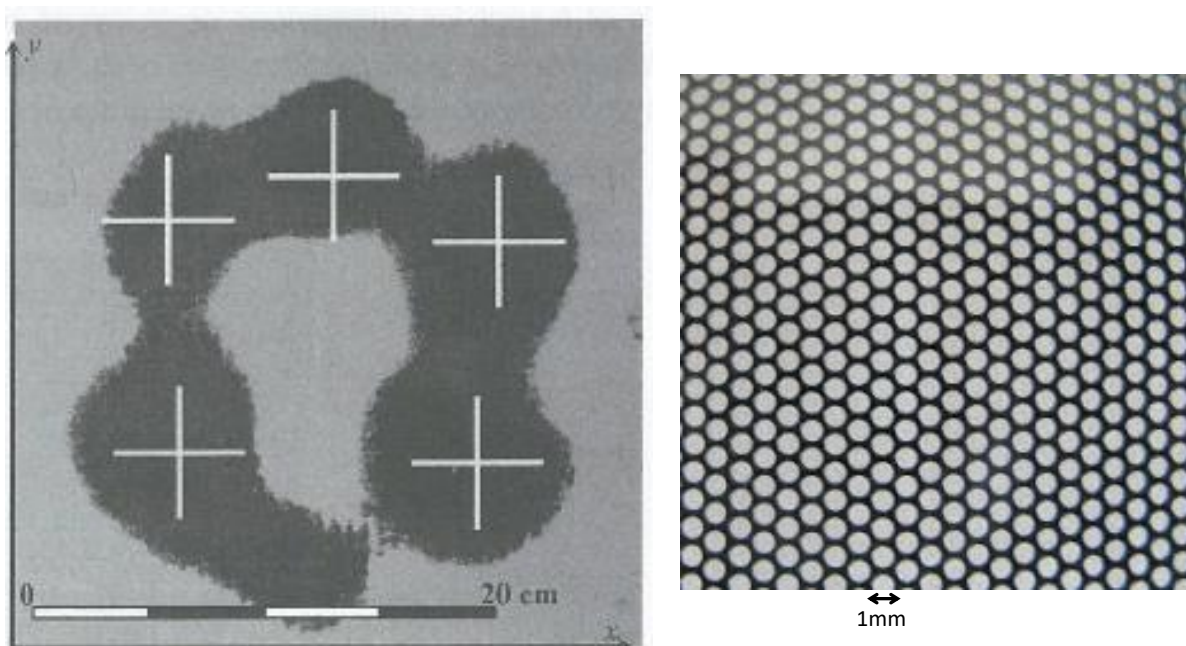

FIGURE 3. Cavité du four. A gauche : le chocolat fondu est repéré par les croix. A droite : détail de la porte d'un four à micro-ondes.
figure 3 à gauche, calculer l'ordre de grandeur de la longueur d'onde des ondes dans la cavité. Etait-ce prévisible ?
22. La porte d'un four micro-onde est recouverte d'un feuillet métallique comportant des trous d'environ 1 à 2 mm de diamètre (voir Figure 3). Quelle est leur fonction ? Est ce que cela présente un danger pour l'utilisateur ?